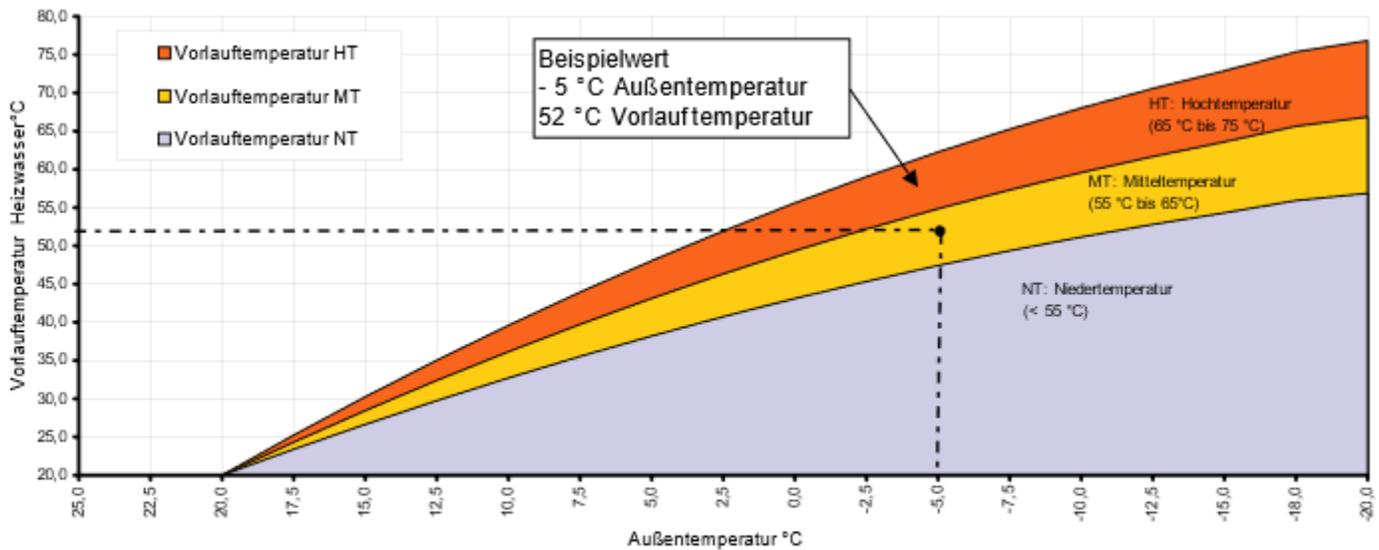

Fig. 1.1: Diagramma per la determinazione sperimentale delle temperature di sistema effettivamente richieste
- **Determinazione sperimentale nella stagione di riscaldamento (vedi Fig. 1.1)**